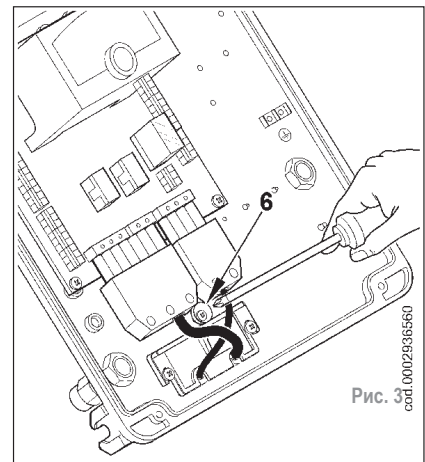

Рис. 3
- Снова установить пластину крепления кабелей (рисунок 3). Повернуть эксцентрик (6) так, чтобы пластина оказывала надлежащее давление на кабели, затем затянуть винты крепления пластины. В завершение, подсоедините 7-ми и 4-х штырьковый разъёмы.
- Чтобы закрыть крышку электрического щита, закрутите 4 винта (1) на момент затяжки примерно 5 Нм для обеспечения должной прочности. После этого, чтобы получить доступ к панели управления (8), отцепите прозрачную дверку (7), слегка надавив каким-нибудь инструментом (например, отверткой) в направлении, указанном стрелками на рисунке 4, продвиньте немного и отделите от крышки.
- Для правильного расположения прозрачного окошка на щите следовать рисунку 5. Поместить крюки в соответствующие гнезда (9) и продвинуть окошко в направлении, указанном стрелкой, до тех пор, пока не раздастся лёгкий щелчок. Необходимое уплотнение теперь обеспечено.